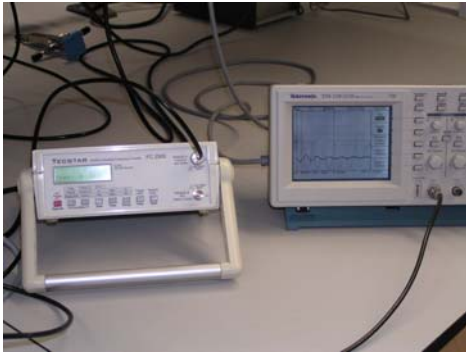

Figura 5
- 2.1. Per tal de poder visualitzar el senyal provinent del detector cal que connectem l'oscil·loscopi i el freqüencímetre de baixa freqüència (figura 5).